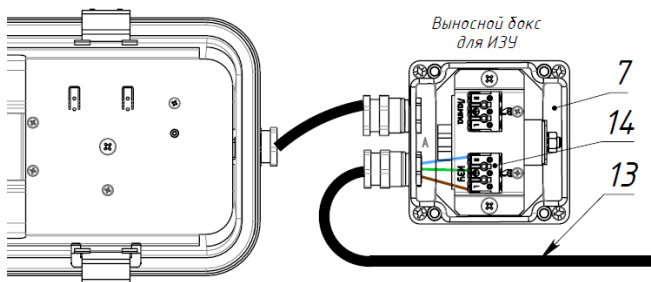

Рис. 8
- 4.2. Зачистить изоляцию питающего кабеля ИЗУ (13), максимальный диаметр кабеля ИЗУ – 11,5 мм, максимальное сечение жил 2,5 мм², максимальная длина кабеля ИЗУ - 30 м. Завести питающий кабель ИЗУ (13) в бокс для ИЗУ FOUNDRY 150H w/o driver box (7) через кабельный ввод и подключить провода к клеммной колодке с маркировкой «ИЗУ» (14) в соответствии с указанной полярностью на клеммной колодке: L, N, PE (L – коричневый*, N – синий*, PE – желто-зеленый*, где * - цвет изоляции проводов внутри кабеля, цвет может отличаться в зависимости от выбранного кабеля), затянуть кабельный ввод моментом, предотвращающий вырыв питающего кабеля ИЗУ, см. рис. 8.